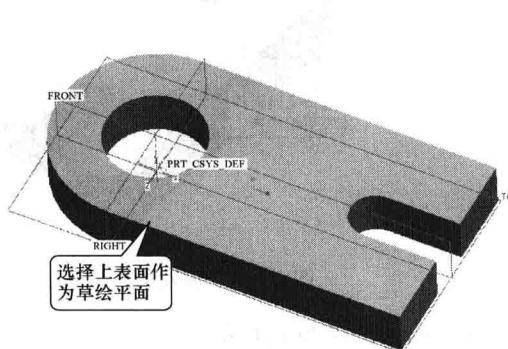
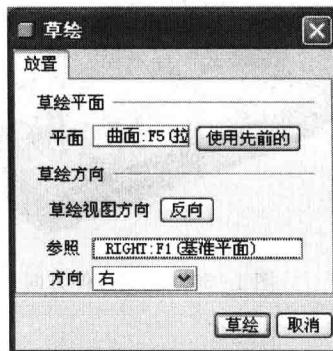

图 1-26 零件底板
图 1-27 【草绘】对话框
11) 在拉伸特征操控板的文本框中输入特征拉伸深度“0.5”。单击按钮 OK ，按住鼠标中键拖动鼠标旋转模型进行预览，确定无误后，单击操控板上的按钮 \checkmark ，最后生成的模型如图 1-26 所示。
1) 单击特征工具栏中的“拉伸”工具按钮 \square ，在绘图区中单击鼠标右键，在弹出的快捷菜单中，选择“定义内部草绘”命令，打开【草绘】对话框，选取如图 1-26 所示实体的上表面作为草绘平面，接受系统默认的放置方式，如图 1-27 所示。单击“草绘”按钮进入二维草绘模式。